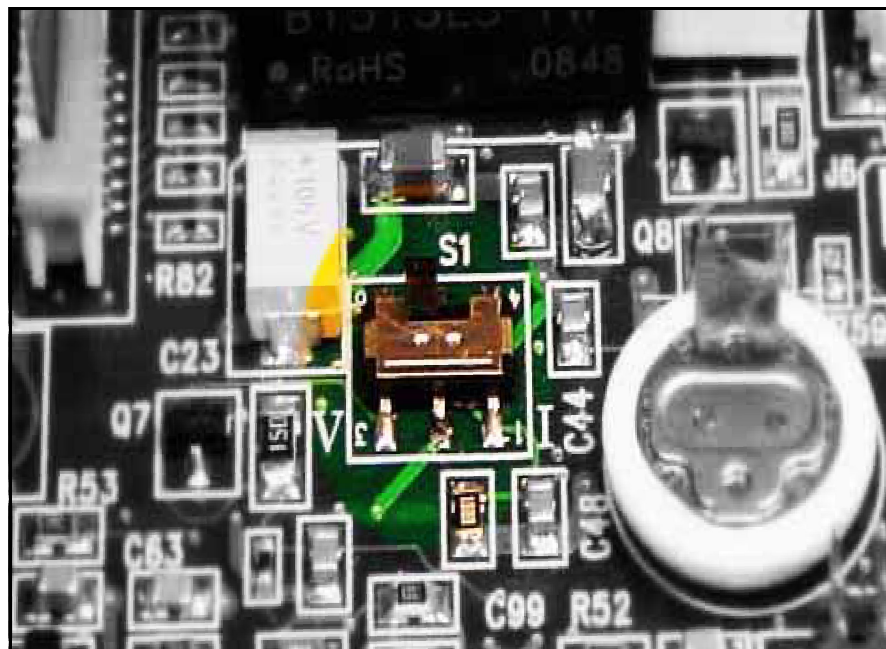

Abbildung 8: Schalter S1 auf der Hauptplatine
Führen Sie die folgenden Schritte aus, um den Schalter **S1** (siehe Abbildung 8 auf Seite 5) zu überprüfen oder zurückzusetzen.
4. Lokalisieren Sie den Schalter **S1** (siehe Abbildung 8, hervorgehobener Bereich).